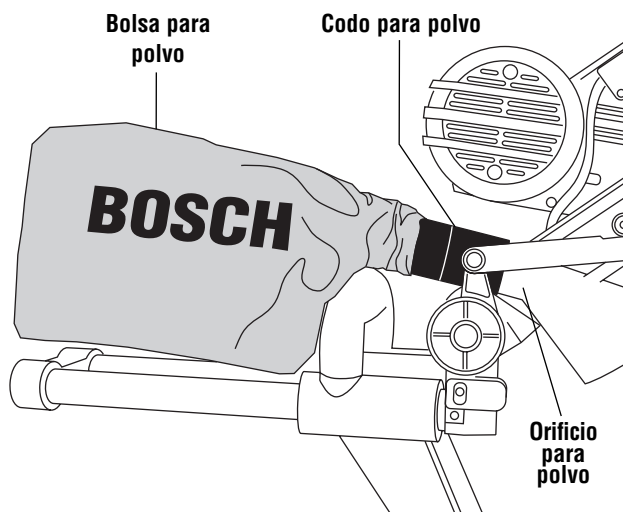

Figura 4. Bolsa y codo para polvo
1. Con el brazo de inglete fijado en la posición hacia abajo, empuje el codo para polvo encima de la orificio para polvo. Empuje la bolsa para polvo sobre el codo y gírelos hasta la posición deseada (Figura 4).